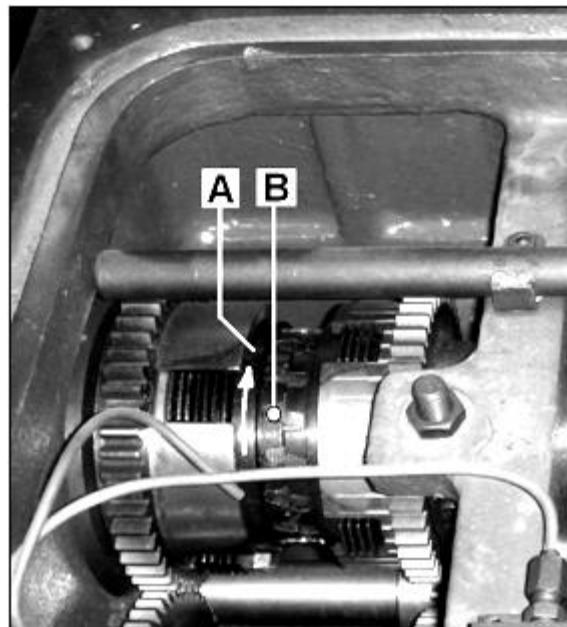

Fig 15
- Mit Hilfe eines Schraubenziehers den Rastbolzen (B, Fig 15, Fig 16) an der zu verstellenden Kupplung eindrücken....der Rastbolzen ist federbelastet.
- Drehen Sie den Stellring (A) um eine Rastung weiter.